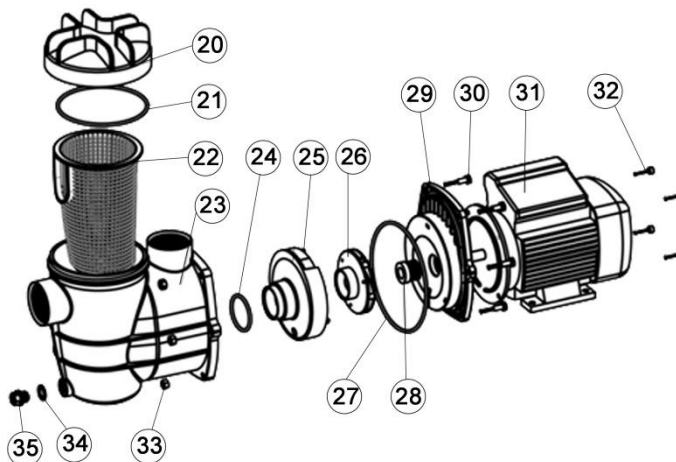

Fig. 12
1. Quite la tapa del filtro de la bomba (Fig. 12 n.º 20).
4. Antes de fijar la tapa del filtro (Fig. 12 n.º 20) asegúrese de que la junta está colocada y que la bomba se ha llenado con agua.